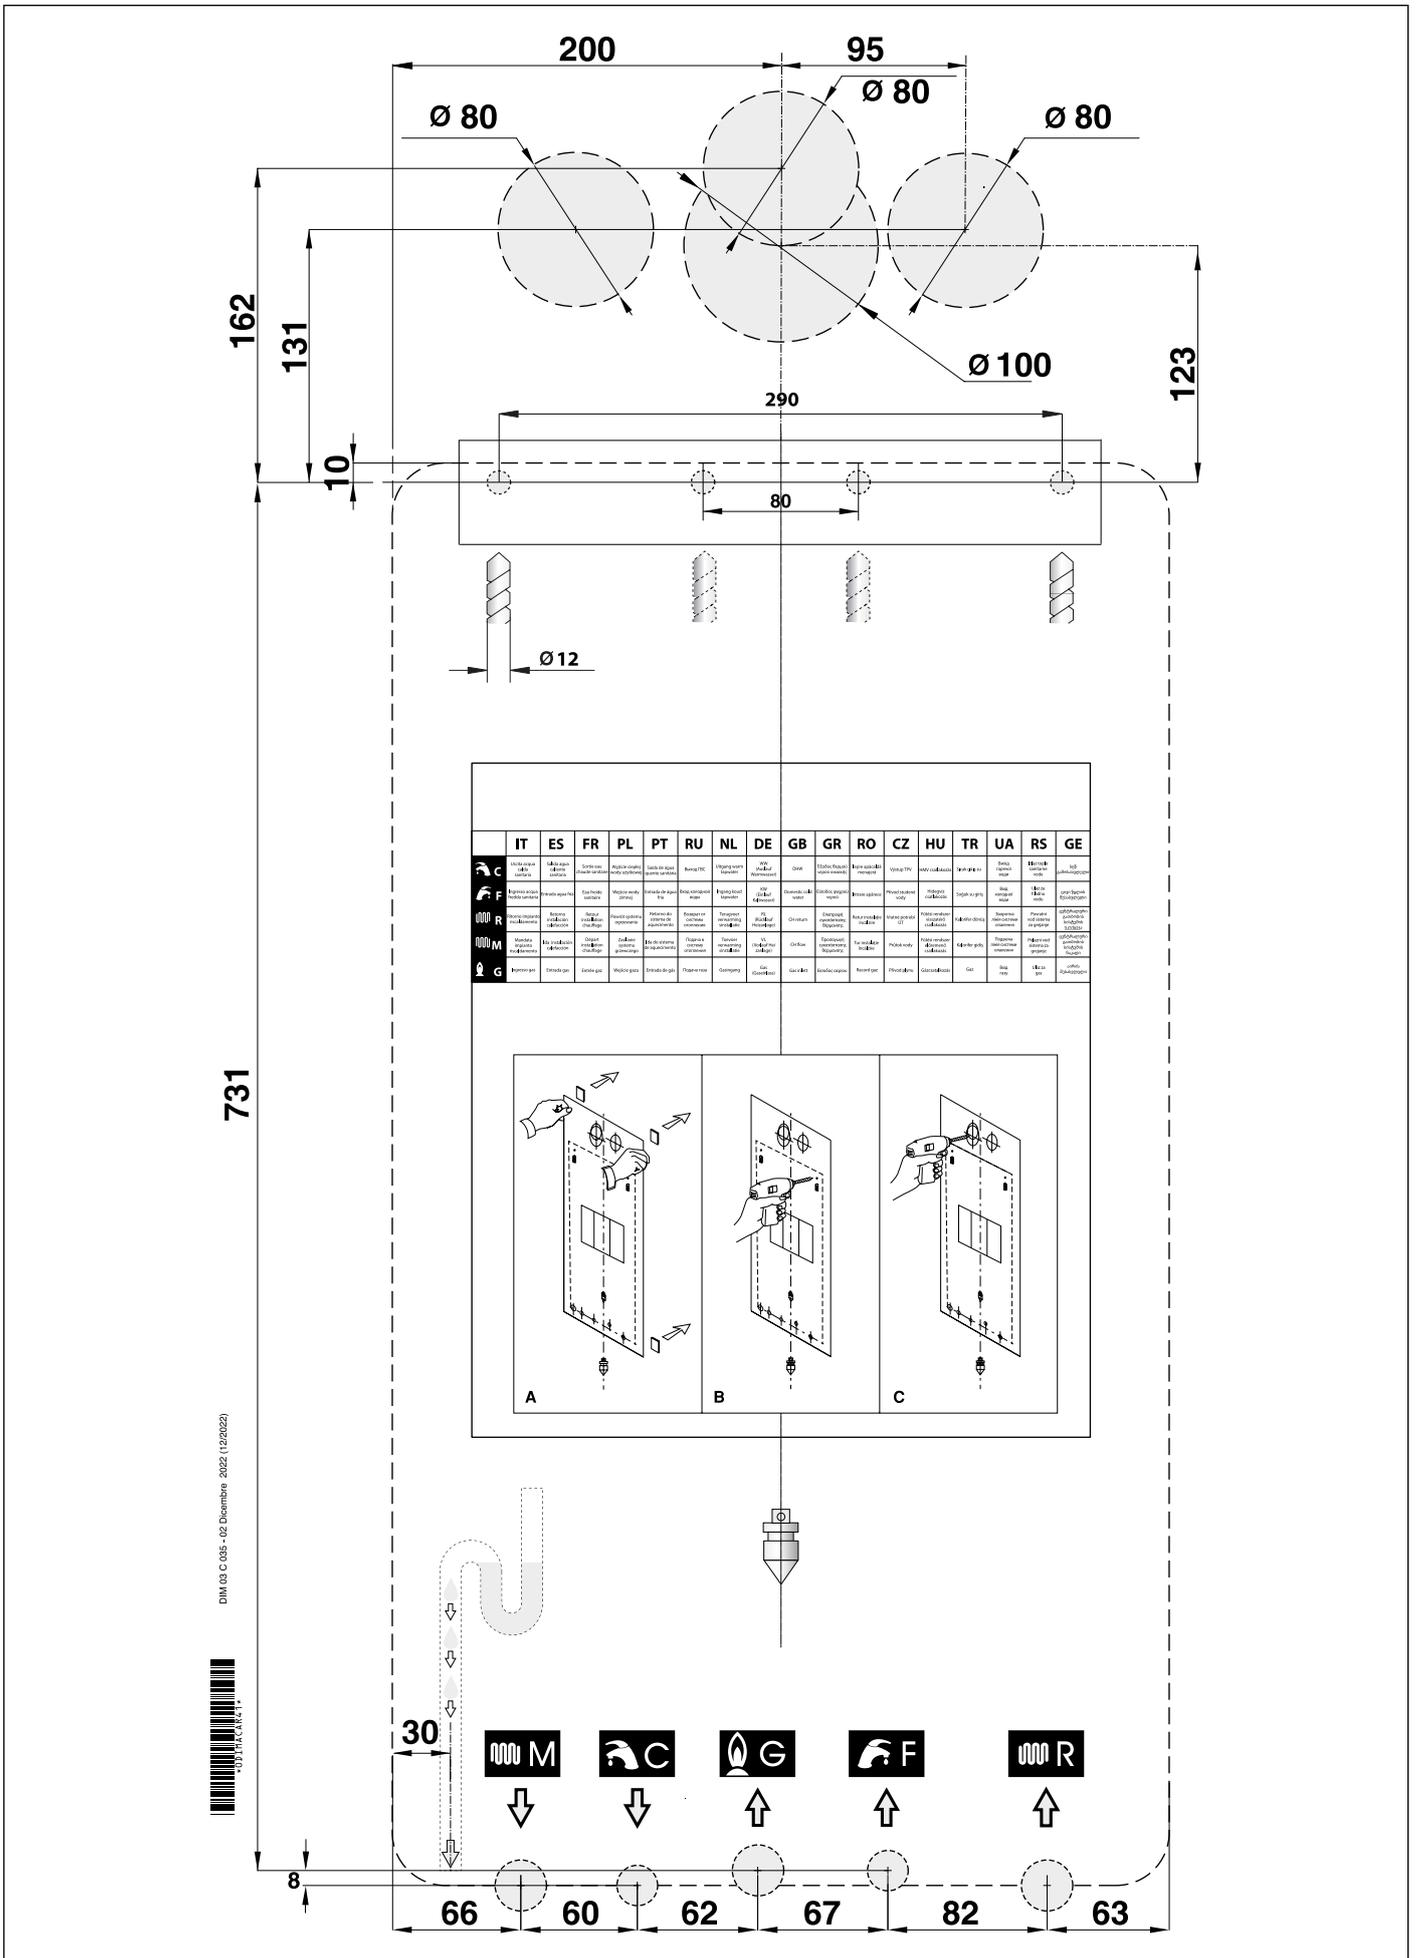

Fig. 7 Dima in carta
- » la dima di fissaggio della caldaia al muro (Vedi Fig. 7 Dima in carta).
Ogni apparecchio è corredato di un'apposita dima in carta contenuta nell'imballo (vedi Fig. 7 Dima in carta).